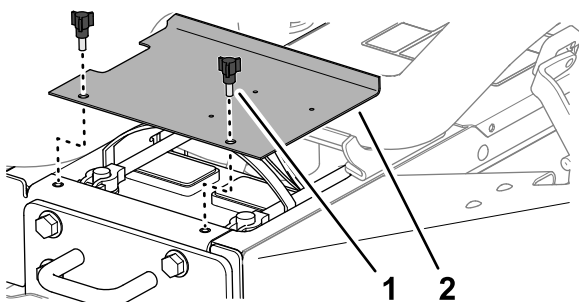

Figura 4
1. Retire os dois manípulos que prendem a cobertura da bateria à máquina e retire a cobertura (Figura 4).